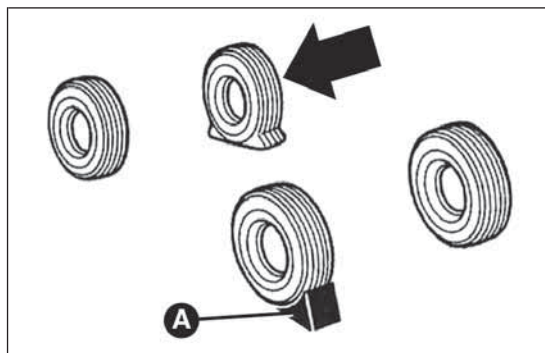

fig. 35
- ❑ colocar la cuña en la parte trasera, en la rueda diagonalmente opuesta a la que se desea sustituir (ver fig. 35) para prevenir movimientos del vehículo cuando esté levantado;